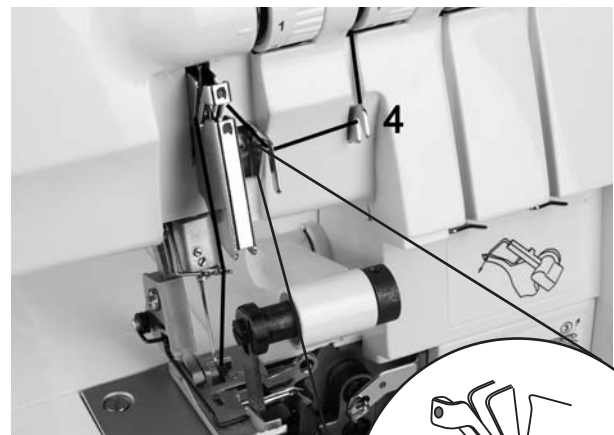

Bild 27
4. Trä tråden enligt de gröna markeringarna (4- 7) (bild 27/28).